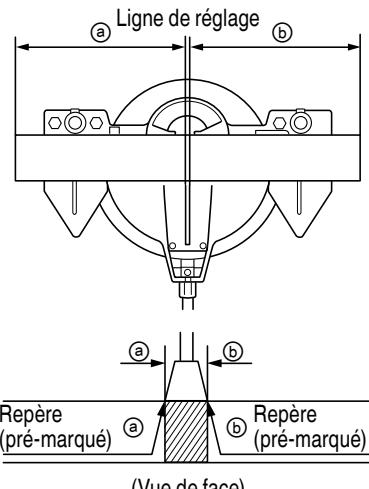

Fig. 24
- (1) Comme indiqué à la Fig. 24, la largeur de la lame est la largeur de coupe. En conséquence, glisser la pièce vers la droite (vue de la position de l'opérateur) pour obtenir la longueur ⑤, et sur la gauche pour obtenir la longueur ④.
- (2) Quand la lame a atteint sa vitesse maximale, abaisser doucement la poignée jusqu'à ce que la lame approche de la pièce.